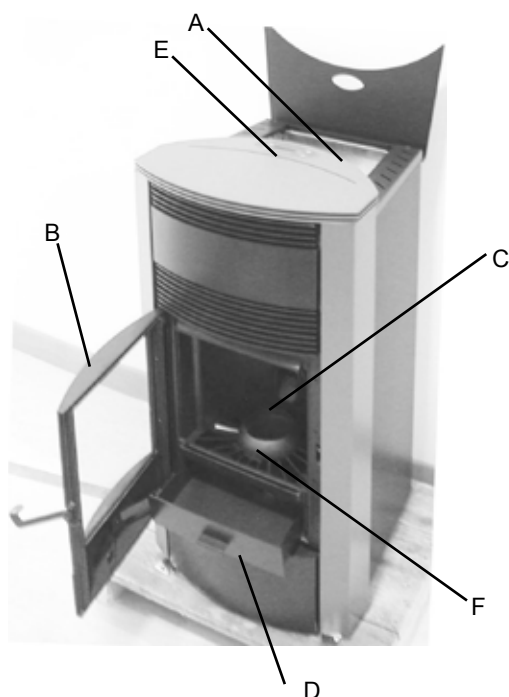

Fig. 3.3.1
- Im oberen Bereich des Heizofens befindet sich der Behälter der Holzpellets (Fig. 3.3.1)
- Sur la partie supérieure du poêle se trouve le réservoir des pellets de bois. (Fig. 3.3.1) Dans les caractéristiques techniques sont indiquées les quantités pour chaque modèle de poêle. Le volet du réservoir se trouve sur la partie supérieure.
- The wooden pellet storage box is on top of the stove (Fig. 3.3.1). The quantity of pellets for each stove model is given in the technical features.